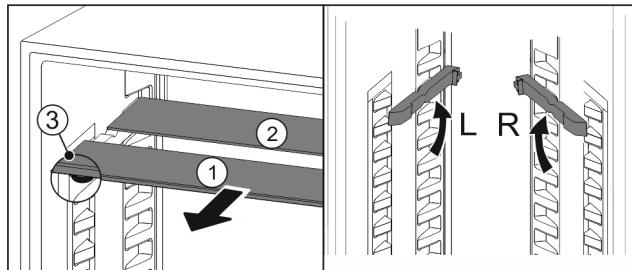

Fig. 107
- ▶ 将玻璃隔板逐个向前拉出 Fig. 107 (1)。
- ▶ 带装饰条的玻璃隔板 *Fig. 107 (1)* 在前。
- ▶ 阻挡装置 *Fig. 107 (3)* 指向下方。